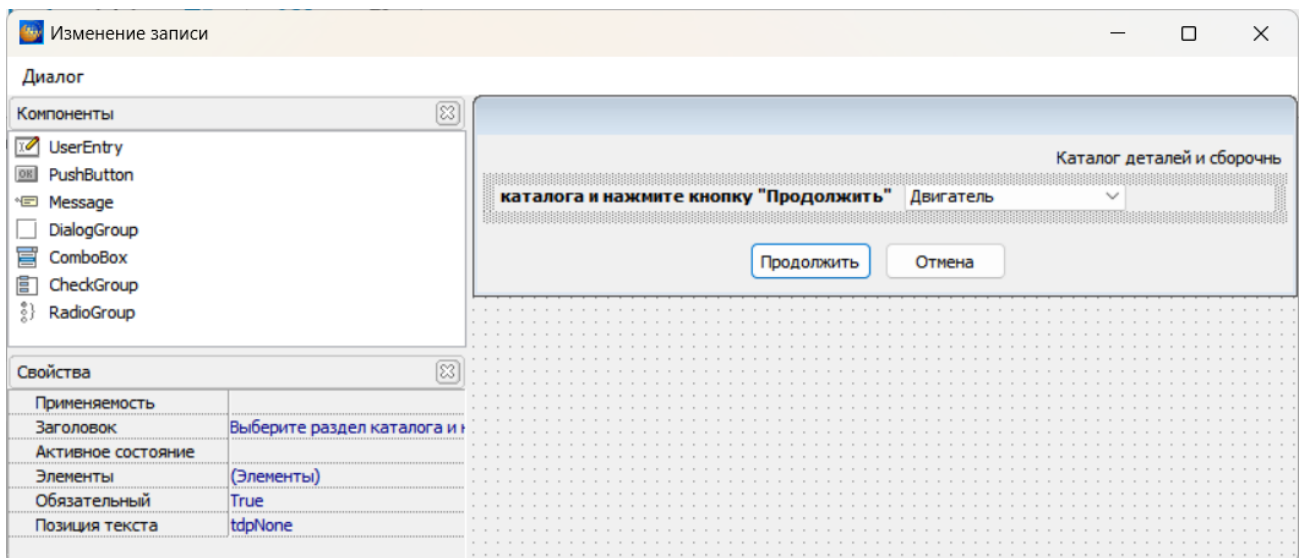

Рисунок 613
- При необходимости менять элементы списка местами воспользоваться кнопками **Вверх** «Вверх» и **Вниз** «Вниз» (рисунок 613);